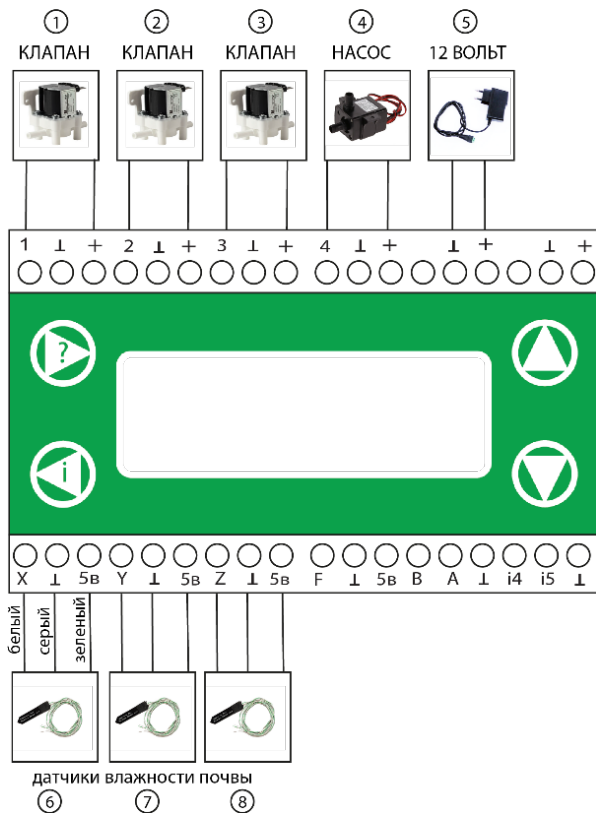

Рис. 2. Автономная конфигурация с клапанами
На Рис. 2 показана другая конфигурация, в которой используются электромагнитные клапаны 12 вольт (1), (2), (3) для управления поливом. Выход «4» работает по аппаратной схеме ИЛИ, замыкается на землю при включении любого из выходов блока (1, 2 или 3) и используется для питания насоса.